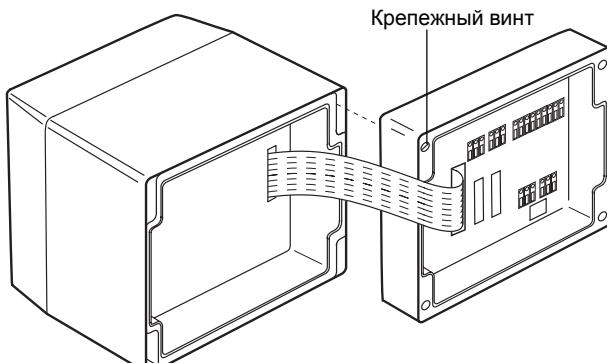

Рис. 6
- 2) Снимите заднюю крышку и подвесьте ее как показано на рис. 6.